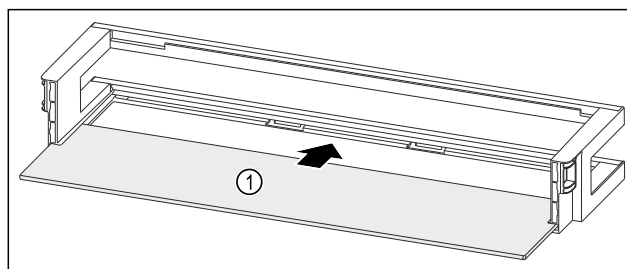

Fig. 90 Estantes en la contrapuerta con estante
- ▶ Introduzca el estante Fig. 90 (1) en los huecos laterales.